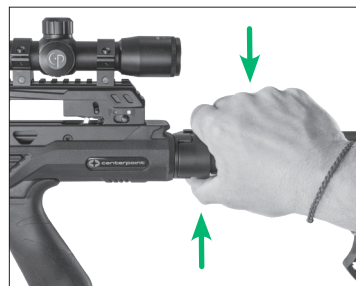

FIGURE 11
**Pour ajuster la crosse pliable** (partie T), placez la main droite, comme illustré à la Fig. 11. Exercent une pression à l'aide du pouce de la main droite sur le bas de la charnière (partie 25) Fig. 11 tout en poussant le dessus de la crosse (partie 23) vers le bas. Cette mesure permet de plier la crosse en position fermée, comme illustré à la figure 12.
L'arbalète pointant dans une direction sûre et chargée d'une flèche, faites glisser le cran de sûreté (partie 20) vers l'avant jusqu'à ce que vous entendiez et sentiez le déclic du cran. La sûreté est délogée et l'arbalète est prête à être armée ou à tirer quand le cran de sûreté est passé de la position (S) (ENCLENCHÉE), sous le point blanc, à la position (F) (DÉGAGÉE), sous le point rouge, comme illustré à la figure 11 de la page 4.
**ATTENTION :** N'UTILISEZ PAS LE CRAN DE PRÉPARATION À L'ARMEMENT (PARTIE 3) POUR DÉGAGER LA SÛRETÉ SI L'ARBALÈTE EST ARMÉE. AUTREMENT, VOUS DÉACTIVEREZ LE MÉCANISME DE PROTECTION CONTRE LE TIR À VIDE. UTILISEZ UNIQUEMENT CE CRAN POUR DÉGAGER LA SÛRETÉ SI L'ARBALÈTE EST RÉGLÉE EN POSITION (S) (ENCLENCHÉE) ET QUE VOUS SOUHAITEZ ARMER L'ARBALÈTE.